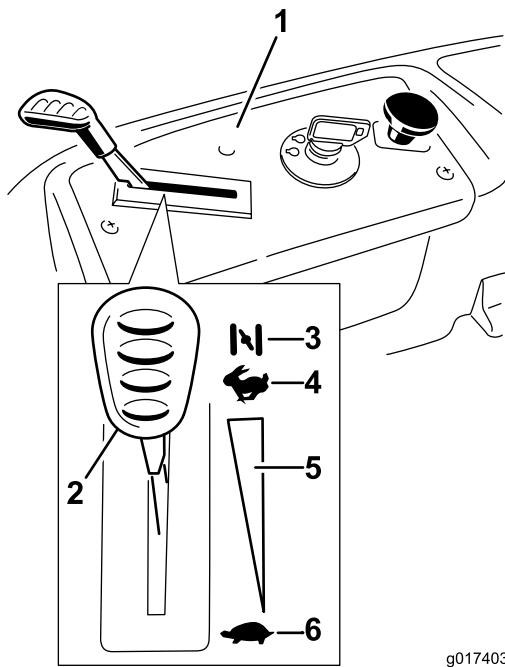

Figure 12
| 3. Placez la manette d'accélérateur en position Starter pour démarrer à froid (Figure 12). | |
5. Lorsque le moteur a démarré, amenez progressivement la manette d'accélérateur en position Haut régime (Figure 12). Si le moteur cale ou hésite, ramenez la manette d'accélérateur en position de starter pendant quelques secondes. Répétez l'opération si nécessaire.
3. Tournez la clé de contact à la position contact coupé (Figure 12) et enlevez-la.